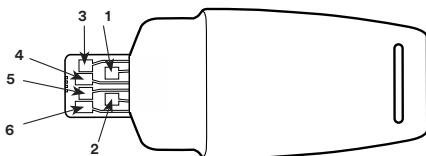

图 6-2: 校准验证棒
- 用数字万用表导线接触垫 1 和 3 (参见图 6-2)。